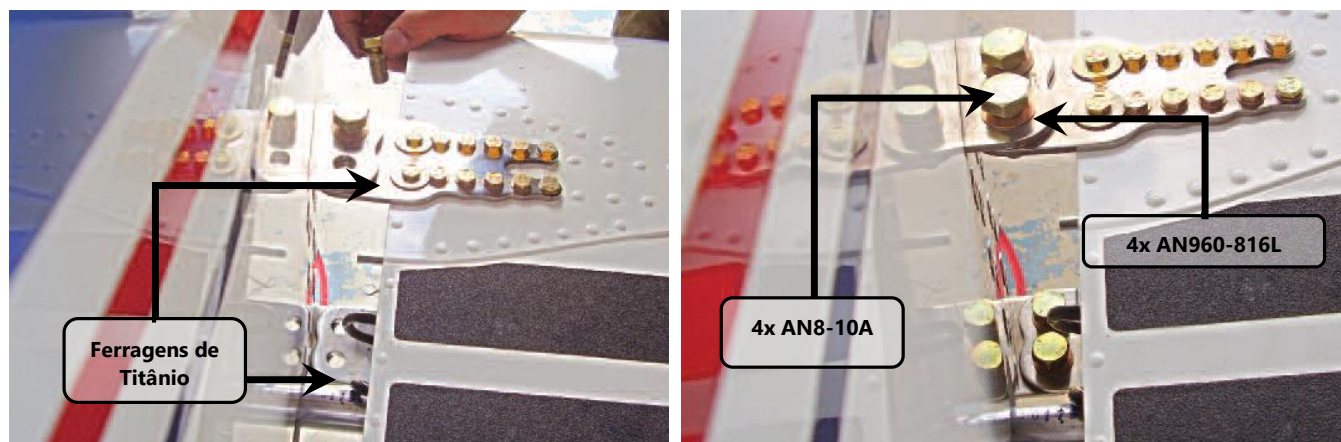

Figura 57.10.5 – Instalação dos parafusos nas ferragens.
5. Instalar os parafusos AN8-10A, com arruelas AN960-816L, nas ferragens de titânio conforme figura 57.10.5